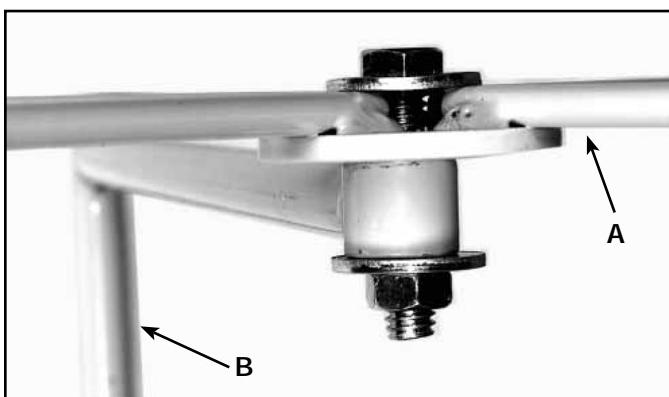

Fig. 12
2. Enfiler une rondelle plate de 9,5 mm (3/8 po) sur une vis à tête hexagonale de 8 mm x 31,7 mm (5/16 po x 1-1/4 po) et insérer la vis dans le trou au centre de l'ensemble de sac suspendu (A) fig. 12 et fig. 12A et dans le trou de la tige de suspension du sac supérieur (B) fig. 12. Puis enfiler une autre grande rondelle plate de 8 mm (5/16 po) sur l'extrémité de la vis suivie d'un boulon hexagonal de 8 mm (5/16 po) de diamètre. Ensemble illustré assemblé à la figure 12. Serrer toute la boulonnerie solidement à l'aide de la clé de 12 mm.